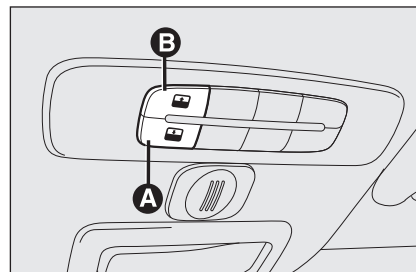
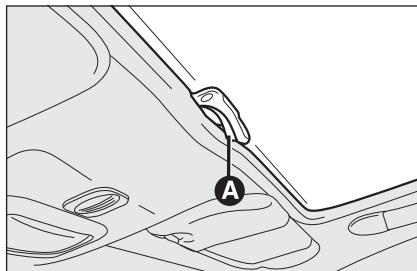

fig. 40
fig. 41
Il tetto apribile ad ampia vetratura è composto da un pannello in vetro dotato di una tendina parasole a movimentazione manuale. La tendina può essere utilizzata nelle posizioni “tutta chiusa” e “tutta aperta” (non ha posizioni fisse intermedie). Per aprire la tendina: premere il dentino **A-fig. 41**, svincolarla ed accompagnarla fino alla posizione “tutta aperta”. Per chiuderla seguire il procedimento inverso.
Il tetto apribile ad ampia vetratura è composto da un pannello in vetro dotato di una tendina parasole a movimentazione manuale. La tendina può essere utilizzata nelle posizioni “tutta chiusa” e “tutta aperta” (non ha posizioni fisse intermedie). Per aprire la tendina: premere il dentino **A-fig. 41**, svincolarla ed accompagnarla fino alla posizione “tutta aperta”. Per chiuderla seguire il procedimento inverso. Il funzionamento del tetto apribile avviene solo con chiave di avviamento in posizione **MAR**. I comandi **A-B fig. 40** posti su plancia dedicata vicino alla plafoniera anteriore, comandano le funzioni di apertura/chiusura tetto apribile.
Premere il pulsante **B-fig. 40** e mantenerlo premuto, il pannello vetro anteriore si porterà in posizione “spoiler”; premere nuovamente il pulsante **B-fig. 40** e, agendo sul comando per più di mezzo secondo, si innesca il movimento del cristallo del tetto che prosegue automaticamente fino a fondo corsa; il cristallo del tetto può essere fermato in una posizione intermedia agendo nuovamente sul pulsante.
Dalla posizione di apertura completa, premere il pulsante **A-fig. 40** e, se si agisce sul pulsante per più di mezzo secondo, il cristallo anteriore del tetto si porterà automaticamente in posizione “spoiler”; agendo nuovamente sul pulsante, il cristallo del tetto si ferma in posizione intermedia; premere nuovamente il pulsante **A-fig. 40** e mantenerlo premuto fino alla chiusura completa del pannello.
- ☐ premere il pulsante **A-fig. 40** in posizione di chiusura;